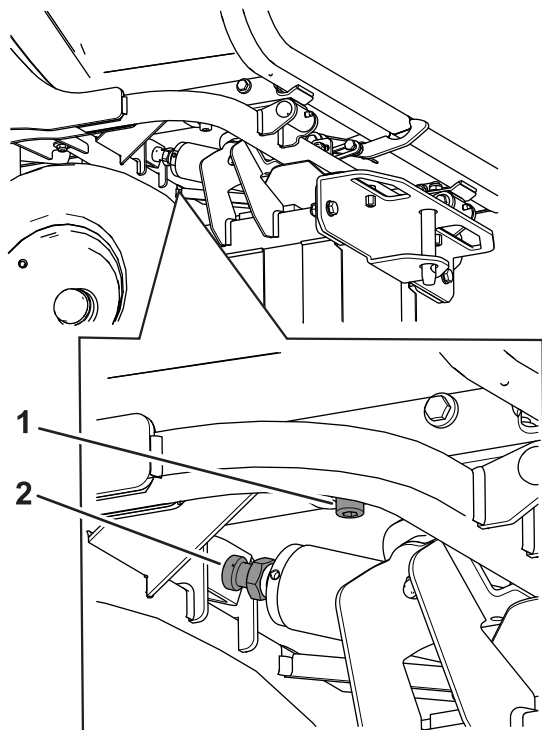

Bild 108
2. Wenn Sie die gewünschte Bewegung der Fangbox erreichen möchten, lösen Sie die Sicherungsmutter an der Oberseite der hydraulischen Zylinderstange (Bild 108).